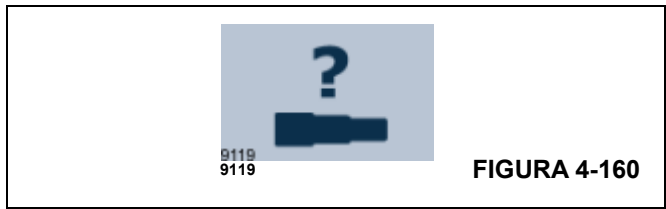

FIGURA 4-160
Si el sistema de control ya no considera válida la configuración de pluma real (o “estado de telescopización real”) y aparece el icono con el signo de interrogación en la pantalla de semiautomatización como se muestra debajo en (Figura 4-160), puede usarse el siguiente procedimiento para restaurar (o “enseñar”) la configuración telescópica:
- Ingrese a la pantalla de solicitud de restauración telescópica. La (Figura 4-160) muestra el icono para esta pantalla.